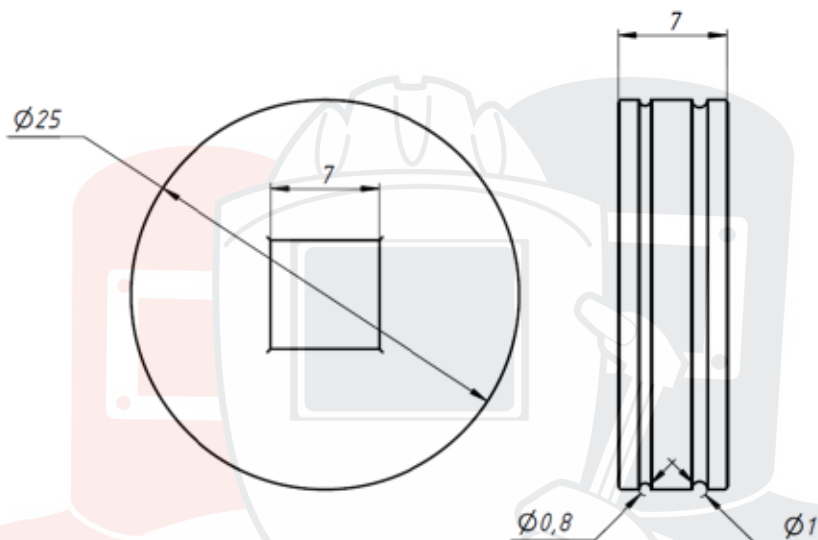

Рис. 8.5.2. Общий вид подающего ролика.
2. В зависимости от диаметра сварочной проволоки выберите канавку на подающем ролике (См. рис. 8.5.2).